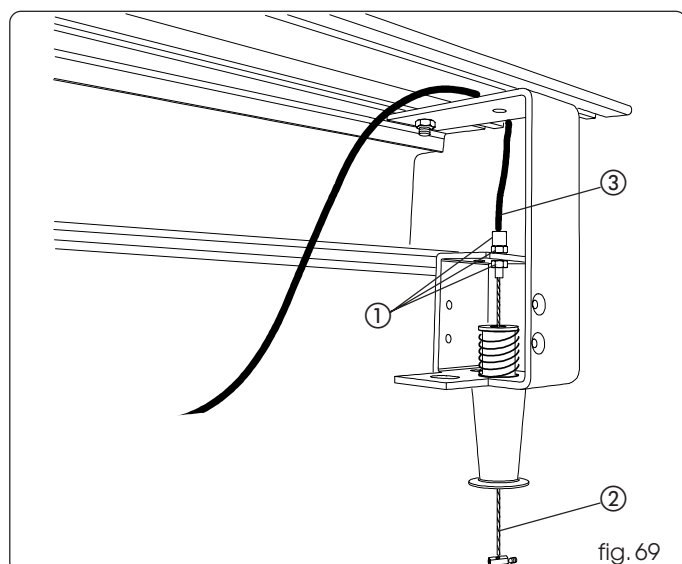

fig. 69
- Visser le dispositif de réglage, avec les écrous de blocage correspondants, sur la partie interne de la patte (fig. 69 réf. ①).
- Bloquer le câble en acier avec l'étau et serrer la vis (fig. 69 réf. ②).
- Amener la gaine noire du câble en butée sur le dispositif de réglage (fig. 69 réf. ③).